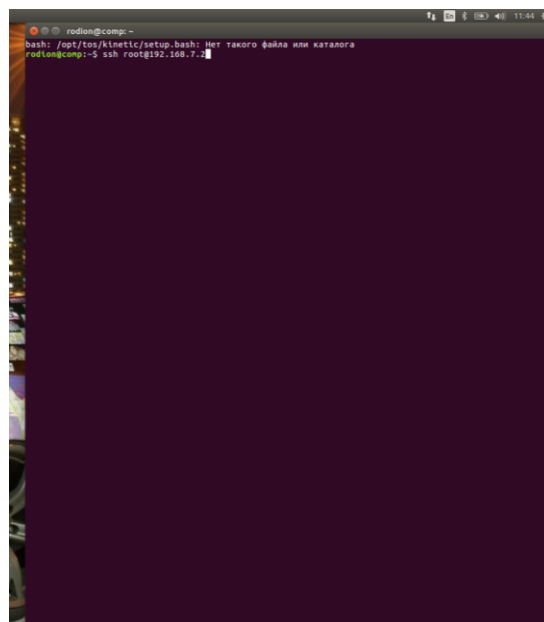

Рис. 20. Команда запуска RVIZ в терминале
1. Открываем терминал (CTRL+ALT+T), и прописываем команду «*ssh root@ IP-робота*» (рис. 20):